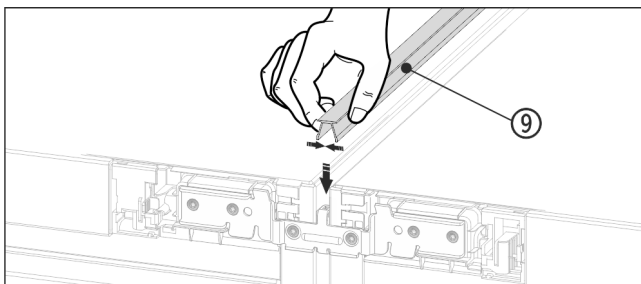

Fig. 20
- Tryck in den korta täcklisten Fig. 20 (9) i den horisontella spalten på ovsidan.